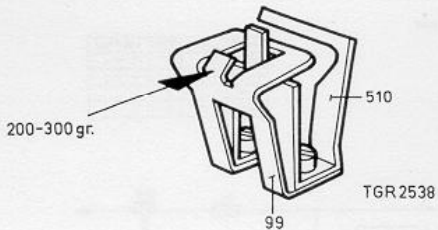

Fig. 7
- Dit meten met een veerdrukmeter zoals aangegeven in fig. 7.